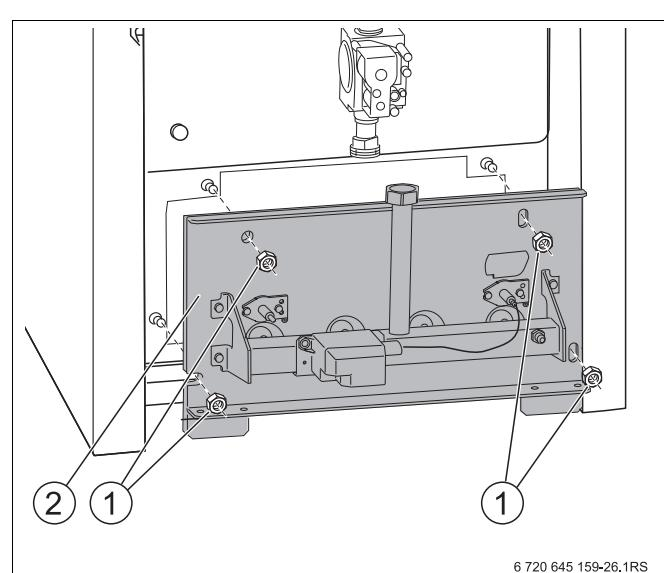

Рис. 39 Снятие крепежных гаек
- Открутить крепежные гайки (Рис. 39, **поз. 1**) на щитке горелки (Рис. 39, **поз. 2**) и вынуть газовую горелку.
- При креплении щитка горелки (Рис. 39, поз. 2, стр. 57) слегка затянуть четыре болта.